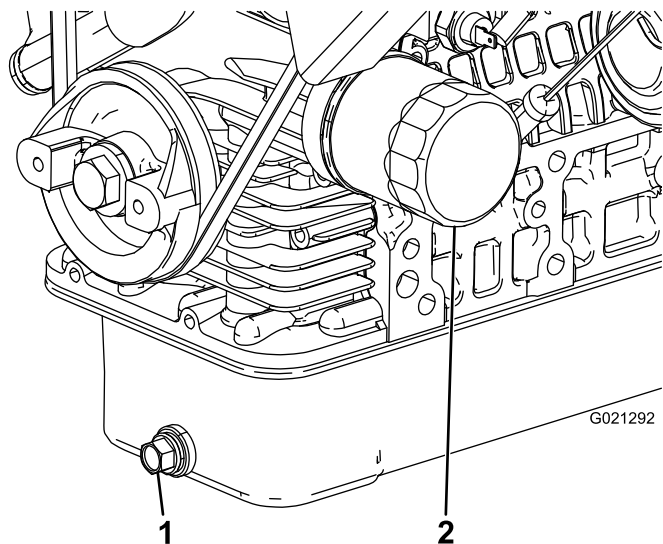

Figura 36
2. Retire o tampão de escoamento e deixe o óleo escorrer para um recipiente adequado (Figura 36).
4. Retire o filtro do óleo (Figura 36).